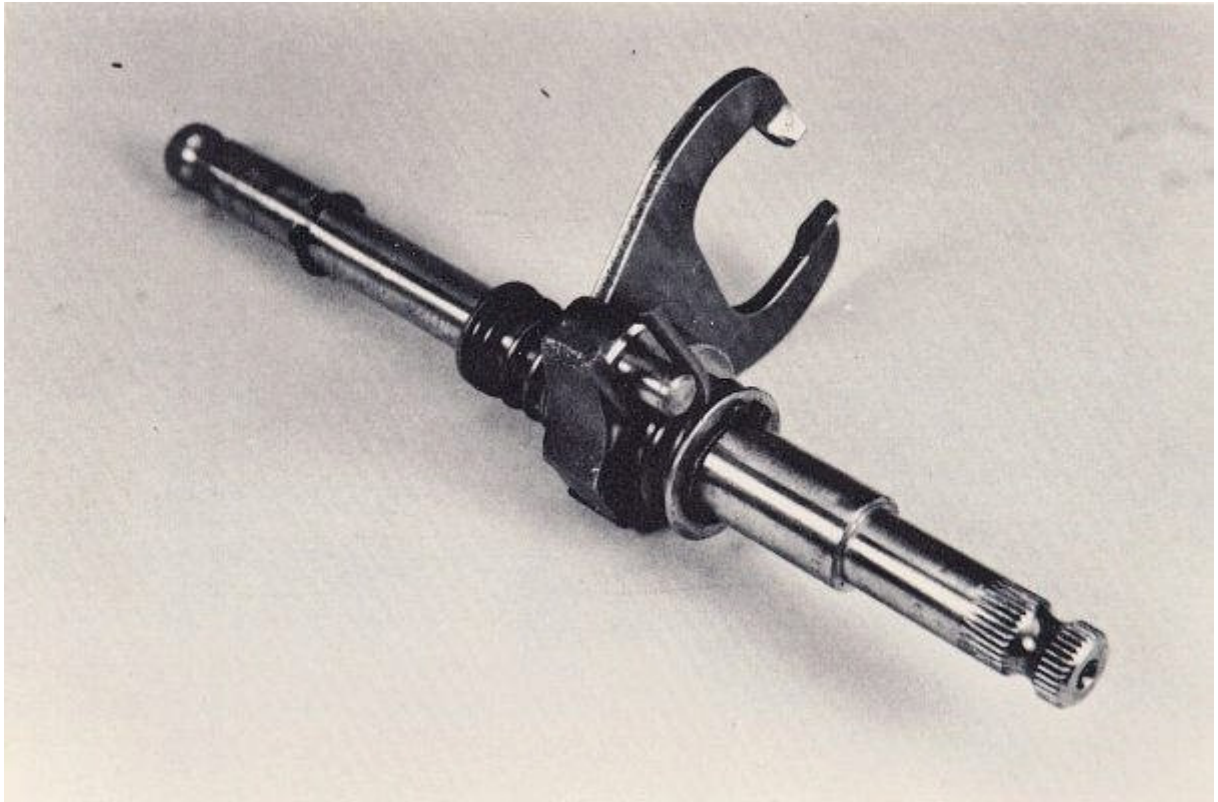

FIG. 29
7. El cambio de batería es en realidad resultó por el movimiento del conjunto del eje de selección (Fig. 29). Este es el eje sobre el que se cerró la palanca de cambios. Debido a que este eje pasa todo el camino a través del motor, una palanca de cambios puede ser atornillado a cada extremo.